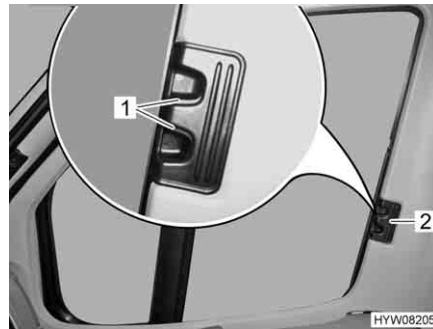

Bild 88 **Faltverdunklung für Fahrer-/Beifahrerfenster**
- Entriegelungsgriffe (Bild 88,1) zusammendrücken und gedrückt halten.
- Die **Faltverdunklungen** für das Fahrerfenster und das Beifahrerfenster am Griff (Bild 88,2) zur anderen Fensterseite ziehen und an den Magnetstreifen aneinanderfügen.
- Die **Faltverdunklungen** für das Fahrerfenster und das Beifahrerfenster am Griff (Bild 88,2) bis zum Anschlag einschieben.
- Entriegelungsgriffe (Bild 88,1) loslassen und einrasten lassen.